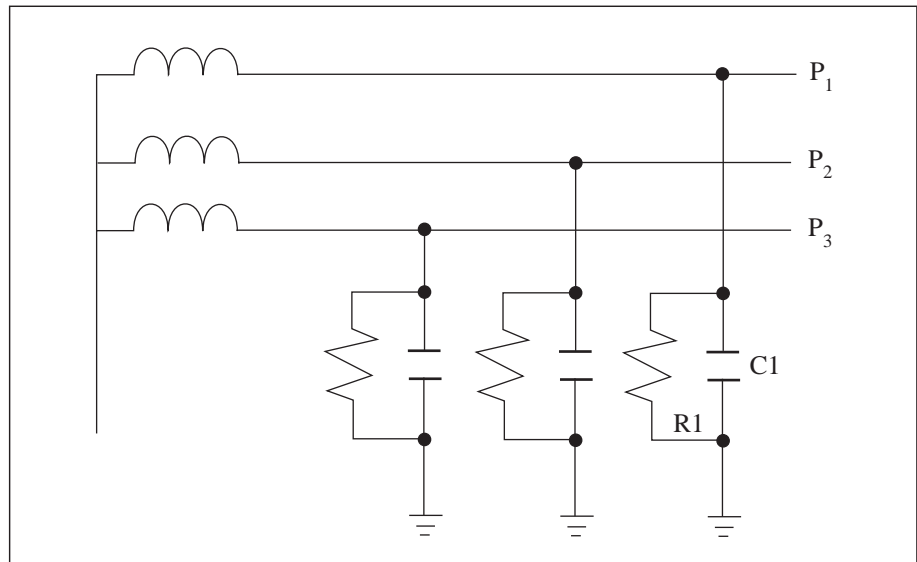

Figure 37 : Fuites capacitatives et résistives d'isolement
- des fuites capacitatives (et quelque peu résistives) entre les conducteurs actifs et la terre (fig. 37).